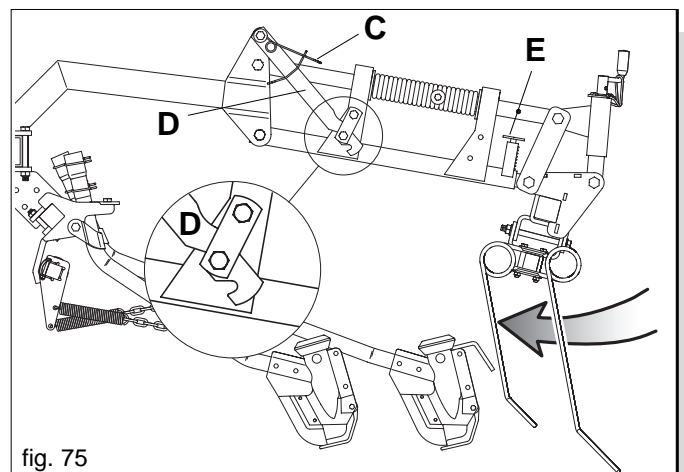

fig. 75
Per il trasporto stradale, i denti dell'erpice copriseme devono essere rivolti verso il basso (Fig. 75).
- 2) Sollevare l'erpice copriseme fino ad agganciare la leva (D Fig. 75).
- 3) Sollevare il perno (E Fig. 75) e far scorrere l'erpice fino al successivo aggancio automatico del perno (E Fig. 75).